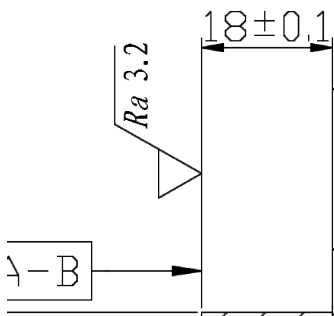

图 6-57 插入表面粗糙度数值
(6) 单击“默认”选项卡“块”面板中的“插入”按钮, 打开“插入”对话框。单击“浏览”按钮, 找到保存的表面粗糙度图块, 在绘图区指定插入点、比例和旋转角度, 将该图块插入到绘图区的任意位置, 这时, 命令行会提示输入属性, 并要求验证属性值, 此时输入表面粗糙度数值“3.2”, 再对数值倾斜度进行修改, 完成一个表面粗糙度的标注, 如图 6-57 所示。